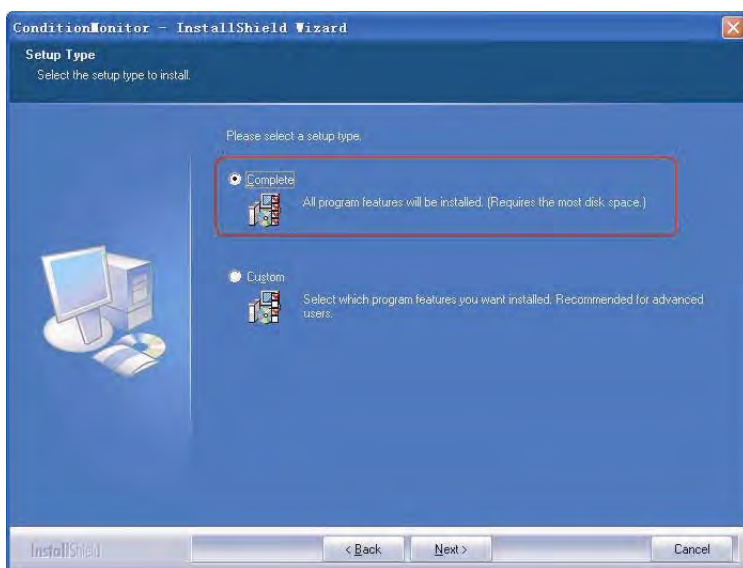
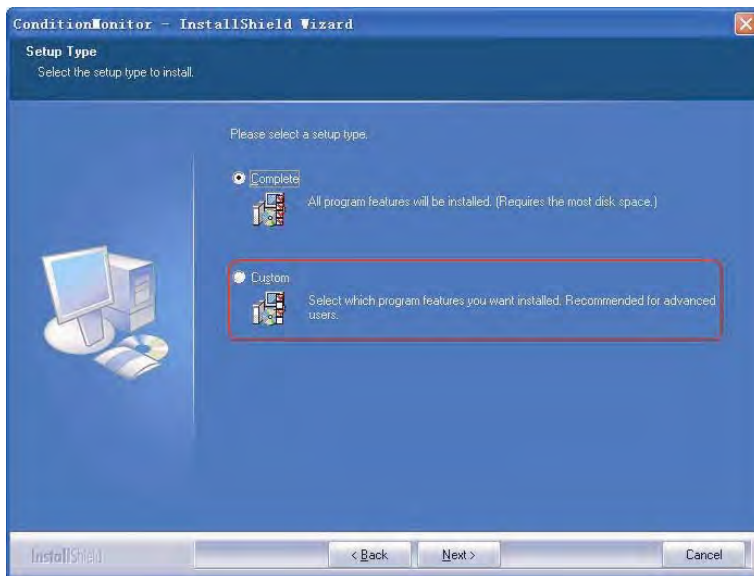
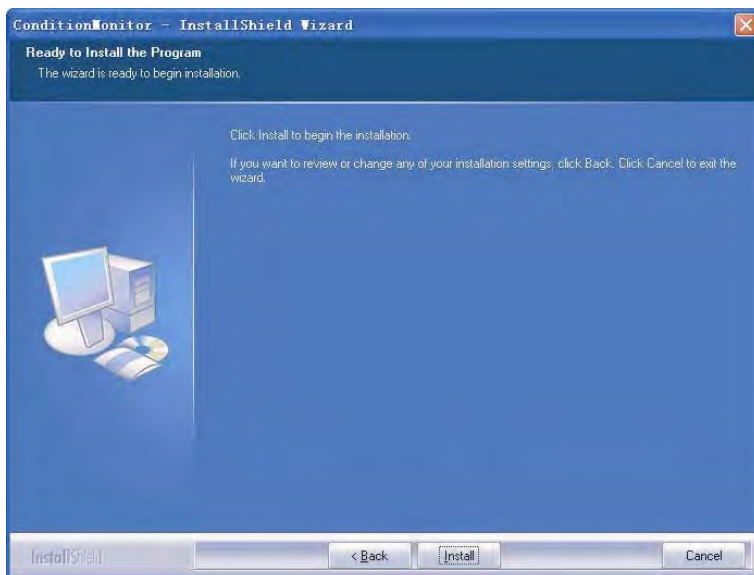

Abb. 2-5
Abb. 2-6
Abb. 2-7
5) Vollständige oder kundenspezifische Installation auswählen. Im Fenster im Bild 2-5 ist die vollständige Installation ausgewählt worden. Alles wird im Standard-Ordner installiert. Im Fenster im Bild 2-6 ist die kundenspezifische Installation ausgewählt worden. Man kann einen Ordner für die Installation der Software selbst auswählen. Auf „Next“ (Weiter) klicken.
- 6) Nachdem der vorherige Schritt gemäß dem Bild 2.5 ausgeführt worden ist, auf "Install" klicken, um die Installation zu starten, wie im Bild 2-7 gezeigt.
- 8) Wenn die kundenspezifische Installation gemäß Abb. 2-6 ausgeführt wird, auf "Change" klicken, um den Pfad zum Installationsordner für die Software zu ändern. Ein Fenster wie im Bild 2-9A, 2-9B wird angezeigt.